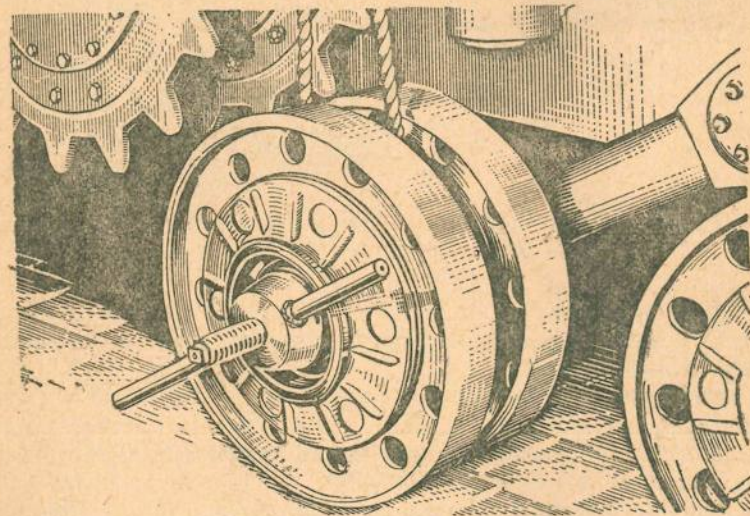

Рис. 47. Запрессовка нижнего катка на ось балансира при помощи приспособления
12. Застопорить каток и при помощи крана-стрелы (установленной на башне машины) установить его на ось балансира. При помощи приспособления запрессовать опорный каток до упора (рис. 47).